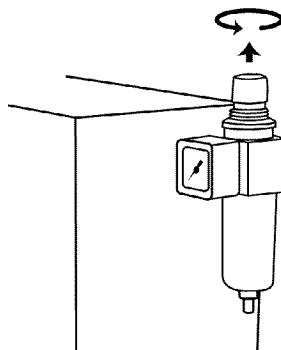

Figura 4
- Antes de conectar la fuente de aire a la cortadora de plasma, extraiga la perilla del regulador de presión de aire y gírela completamente en el sentido contrario a las agujas del reloj. Esto ajustará el regulador a su mínima presión. (Ver Figura 4)